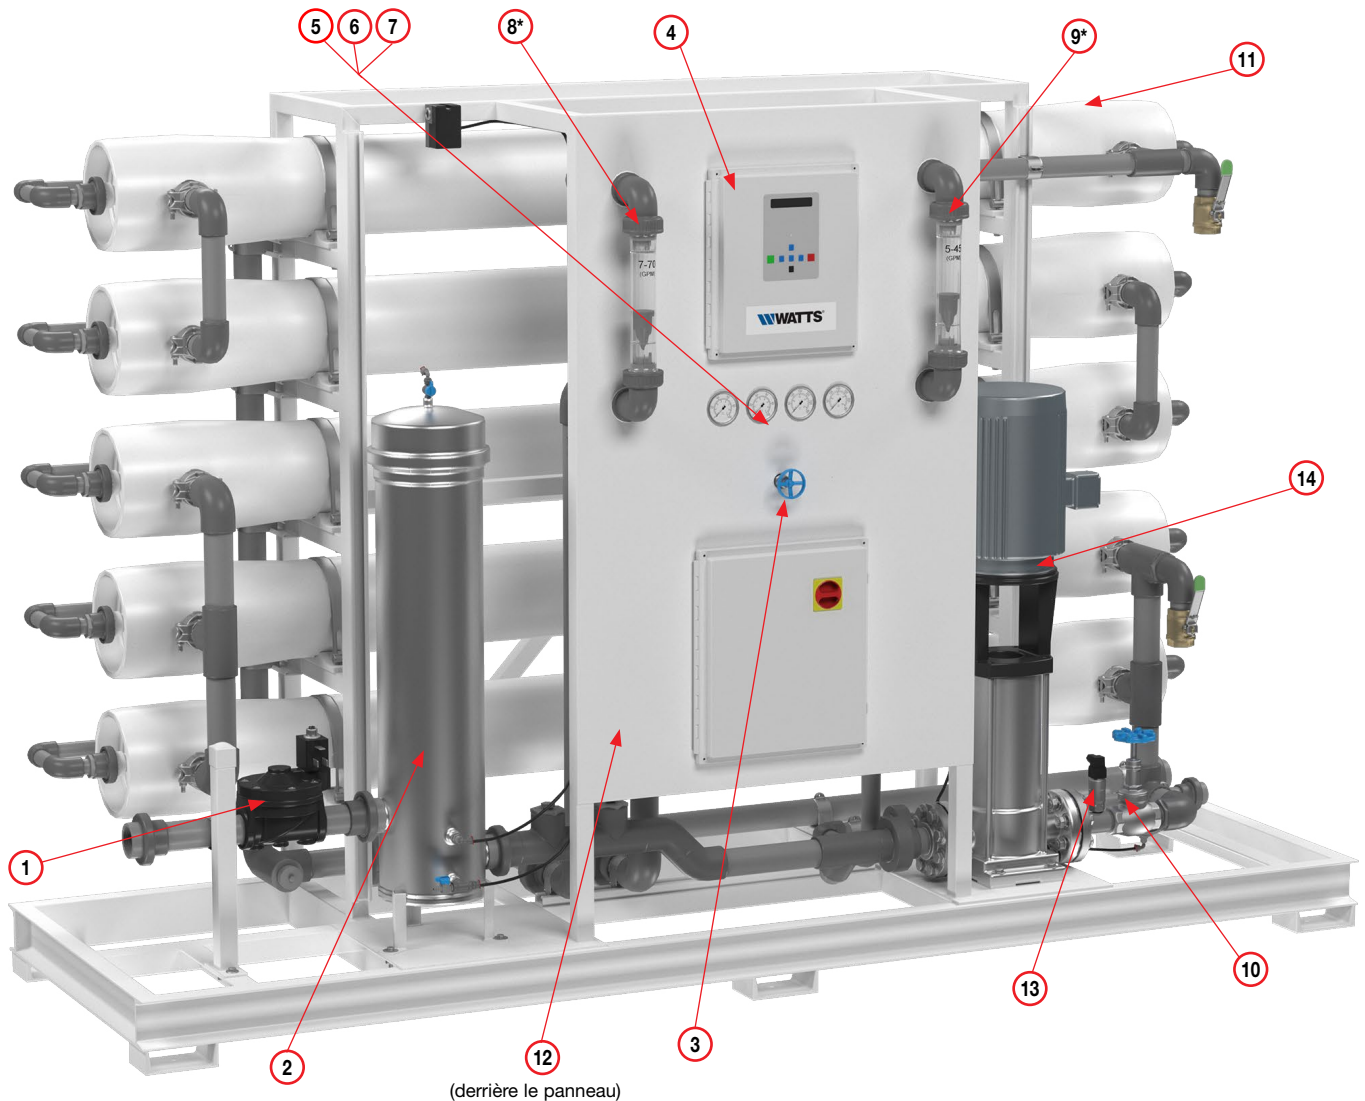

Figure 1
6. Vérifier qu'une cartouche de préfiltre est installée dans le boîtier. (Voir la Figure 1, article 2).
1. Localisez le raccord de la vanne d'eau d'alimentation, connectez la conduite d'eau d'alimentation prétraitée au robinet d'isolement de l'eau d'alimentation (NPT, généralement sur le côté inférieur gauche du système) (Figure 1 Article 1).
5. Ouvrez complètement la vanne de régulation de rejet (Figure 1, article 3).
6. Ouvrez complètement le robinet à soupape d'évacuation de la pompe (Figure 1, article 10) et le robinet d'arrêt de l'eau d'alimentation (Figure 1, article 1). Cela peut être fait manuellement ou via le panneau de commande.
9. Lorsque le système OI a été purgé d'air, mettez-le en marche. Réglez le robinet à soupape d'évacuation de la pompe (Figure 1, article 10) et les vannes de régulation de rejet (Figure 1, article 3) jusqu'à l'obtention des débits désirés. La fermeture de la vanne de rejet augmente le débit du produit et diminue le débit de rejet. La fermeture du robinet à soupape d'alimentation augmente la pression de service et réduit le débit d'alimentation. Voir les directives de débit et le tableau de correction de la température à la page 23 pour déterminer les débits pour différentes températures de fonctionnement.